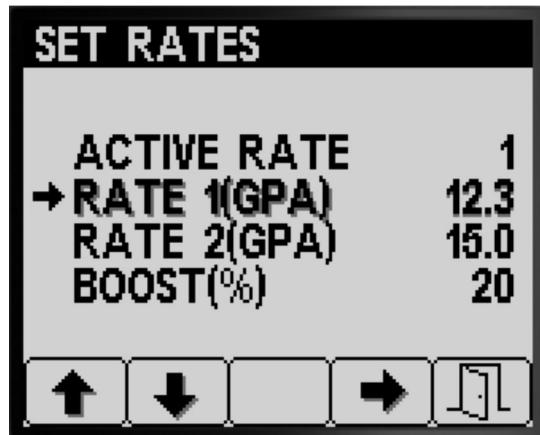

Bild 6
1. Drücken Sie Taste 1 oder 2, um auf die Optionen RATE 1 oder RATE 2 zu navigieren (Bild 6).
2. Drücken Sie Taste 4, um die Option RATE auszuwählen (Bild 6).